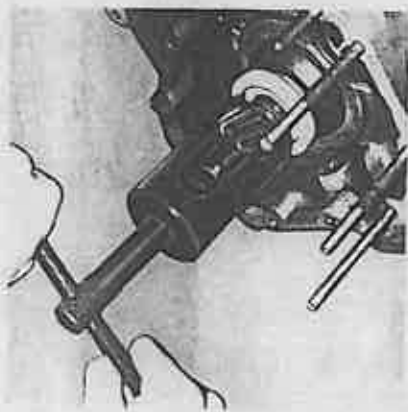

Fig. B 12
c) Extraire le pignon avec l'outil E 75 M 2 (fig. B 12).
c) Extract the gear using tool E 75 M 2 (fig. B 12).